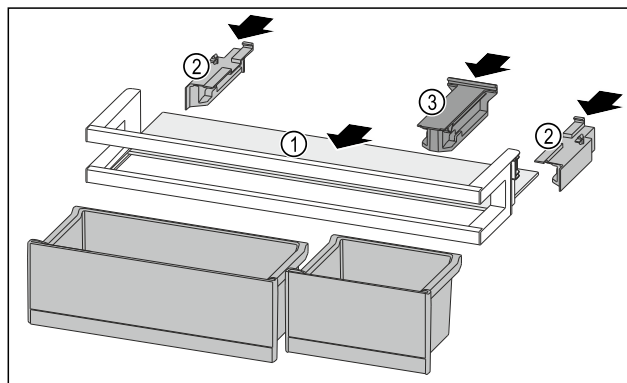

Fig. 239
- ▶ Umetnite policu Fig. 239 (1) u bočna udubljenja.
- ▶ Umetnite bočne dijelove Fig. 239 (2).
- ▶ Umetnite pridržni dio Fig. 239 (3).